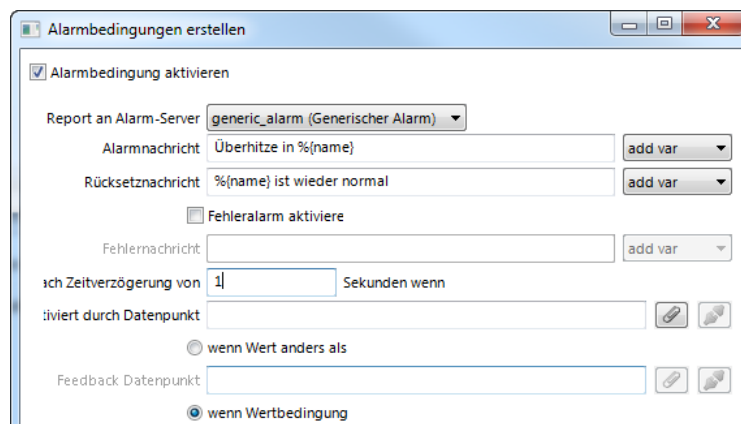

Abbildung 28: Allgemeine Einstellungen für eine Alarmbedingung.
3. Editieren Sie die folgenden Einstellungen, die auf alle Alarmbedingungen zutreffen wie in Abbildung 28 dargestellt. Wählen Sie den **Alarm-Server**, an den Alarme gemeldet werden sollen. Typischerweise wird hier ein generischer Alarm-Server ausgewählt.